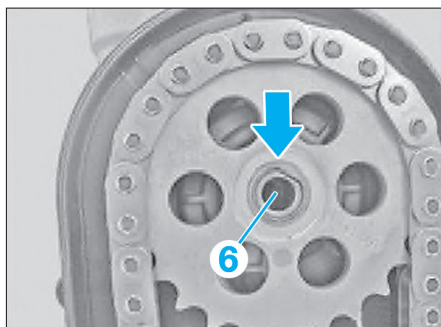

Fig. 29
- Contrôler la position de l'appui (5) du pignon de chaîne (6) par rapport à la pompe à huile (Fig.29).